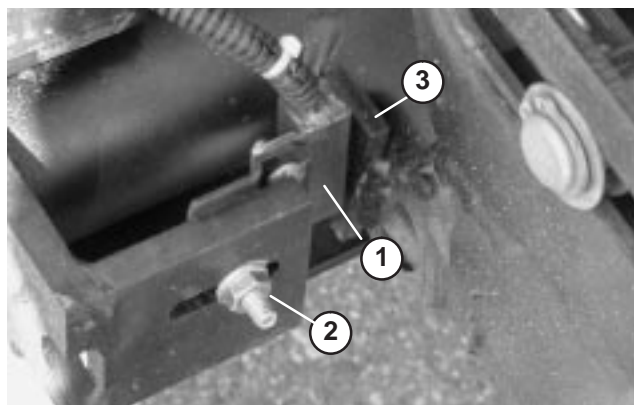

Figure 10
- Desserrez l'écrou du boulon de carrossier qui fixe le support du commutateur de bras de levage au bras N° 4 (avant gauche) (Fig. 10).